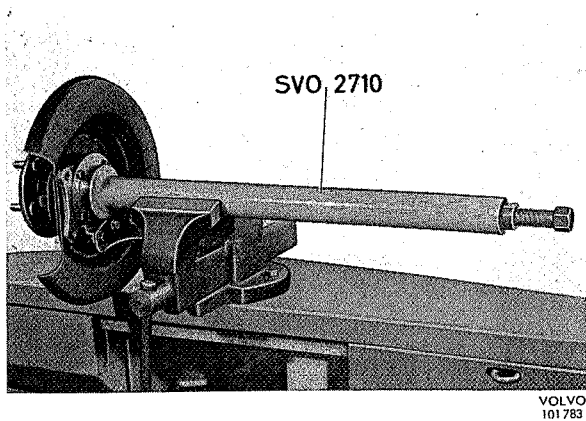

Fig. 4-82. Demontage van het lager van de aandrijf-as
7. Zet de trekker SVO 2710 in de bankschroef. Steek er de aandrijf-as in en monteer de bevestigingsbouten voor de remankerplaat en de remschoenhouders. Trek met de trekker het lager vrij, zie Fig. 4-82. Verwijder dan de ankerplaat en de remschoenhouders.